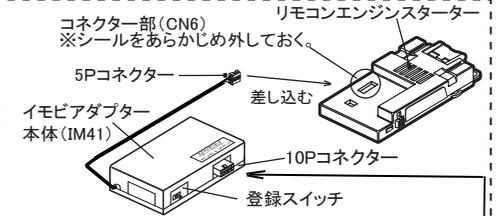

図3 エンジンスターター本体とイモビアダプター本体の接続
- ③ イモビアダプター本体とIM41専用ハーネス (10Pコネクタ部) を接続します。
- ④ エンジンスターター本体のコネクタ部 (GN6) についているシールを取り外し、図3を参考にエンジンスターター本体とイモビアダプター本体を接続します。
- ⑤ エンジンスターターを車両に取り付けて「オートマチック車の登録」作業まで行います。詳しくはエンジンスターターの取付・取扱説明書をよく読んで作業してください。